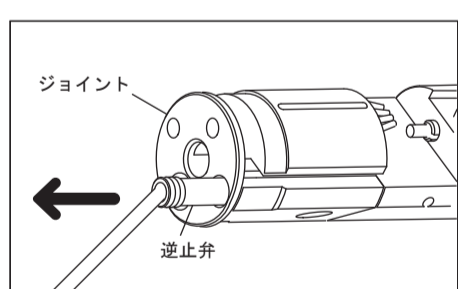

図13
- 2) ジョイントをまっすぐ引き抜き、細い棒などで古い逆止弁を抜き取り(図13)、新しい逆止弁を奥までしっかりと差し込んでください。